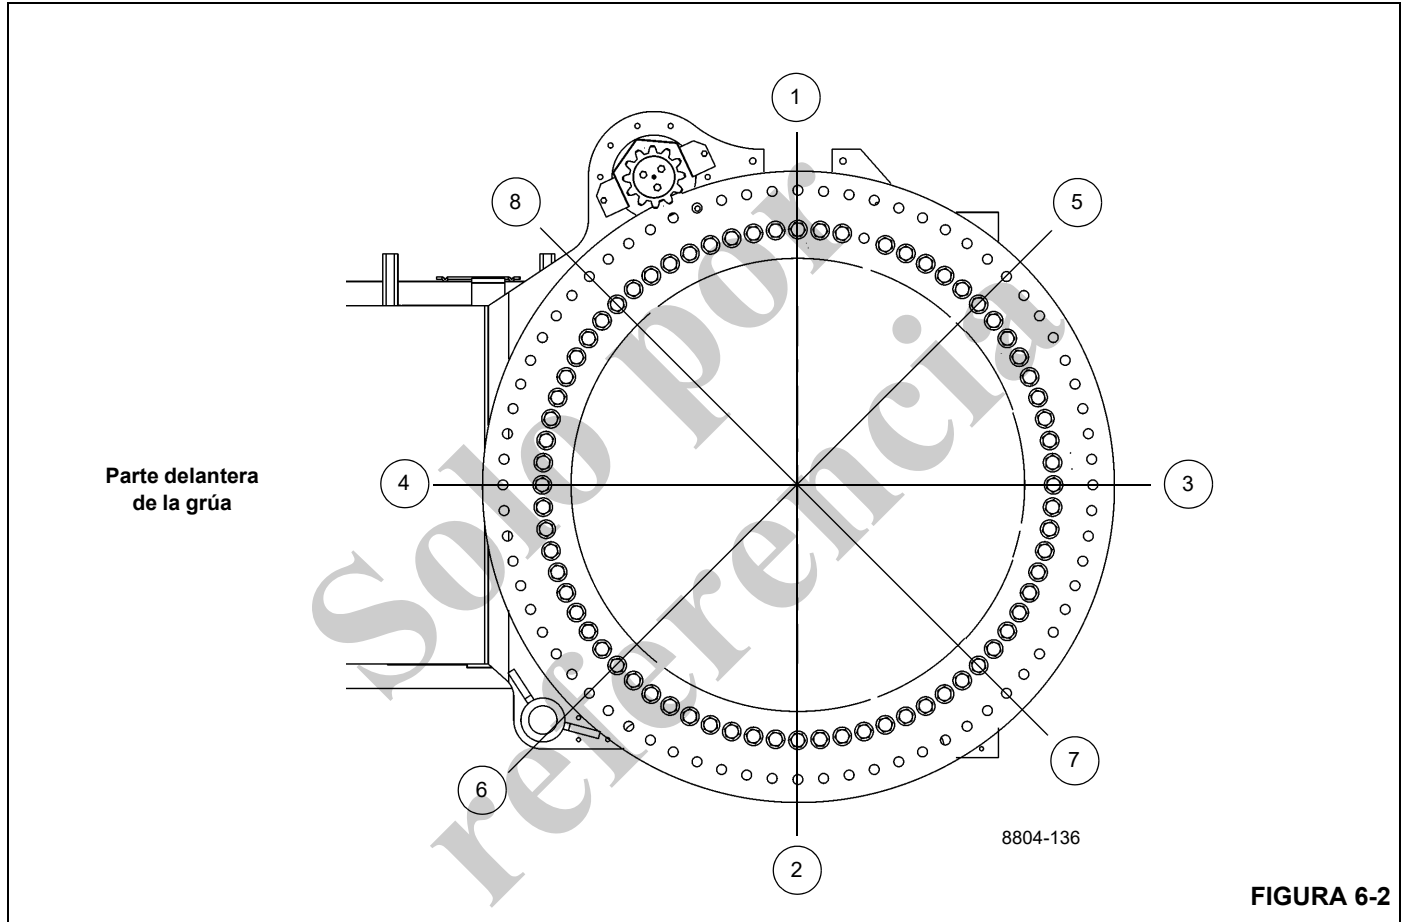

FIGURA 6-2
2. Apriete los ocho pernos a un 80 % del valor de apriete especificado con el patrón de secuencia que se muestra en la Figura 6-2; consulte *Sujetadores y valores de apriete*, página 1-16 para el valor de apriete correcto. Las herramientas utilizadas son el casquillo, llave multiplicadora, adaptador de juego entre dientes, las extensiones que sean necesarias y una llave torsiométrica.